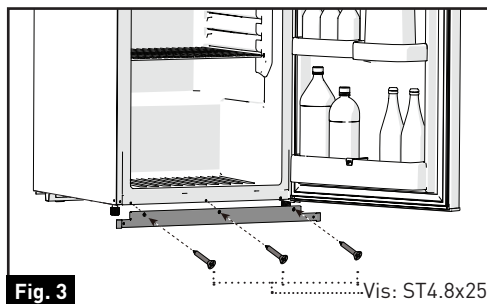

Fig. 3
2. Ouvrez la porte du réfrigérateur. Placez la trousse de garniture inférieure sur le réfrigérateur avec des vis (x3). (Fig. 3)